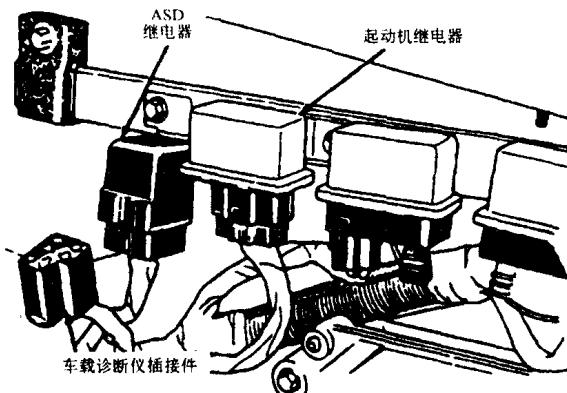
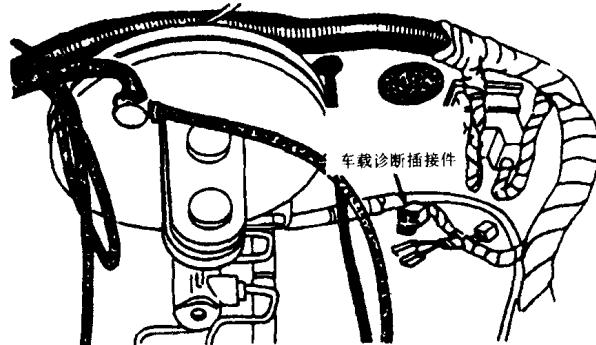
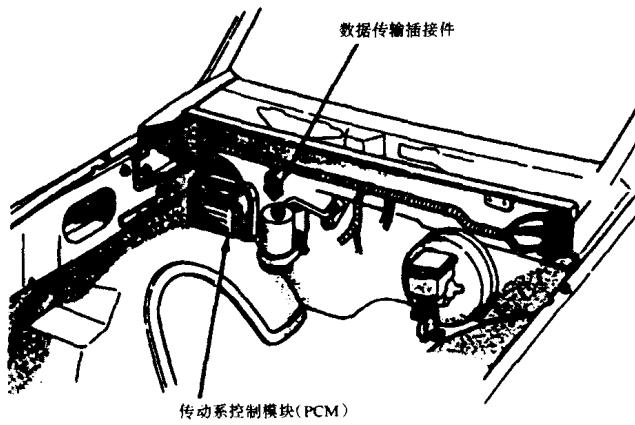

图 1-17 车载诊断插接件位置
图 1-21 车载诊断插接件位置
图 1-22 数据传输插接件位置
(4) 1989 款 该提示系统利用点火工作时间来计算维修的时间间隔。在对排放系统进行必要的检修后，将诊断数据读取测试仪 II (DRB II) 接到车上的诊断插接件上，如图 1-17~图 1-21 所示。它按照 DRB II 的指令来将模块复位。
(5) 1990~1996 款 排放维修提示系统是与发动机控制器配合工作的。汽车每行驶 8mile，控制器就存储一次汽车行驶里程，然后分别在汽车行驶到 60000mile、82500mile 或 120000mile 时，点亮排放维修提示灯 (EMR 灯)。当到达指定里程或 EMR 灯始终发亮时，则说明需要更换下列部件并需对 EMR 灯复位。维修工作做完后，将诊断数据读取测试仪 II (DRB II) 接到车上的诊断插接件上，如图 1-17~图 1-22 所示。它按照 DRB II 上的指令将模块复位。